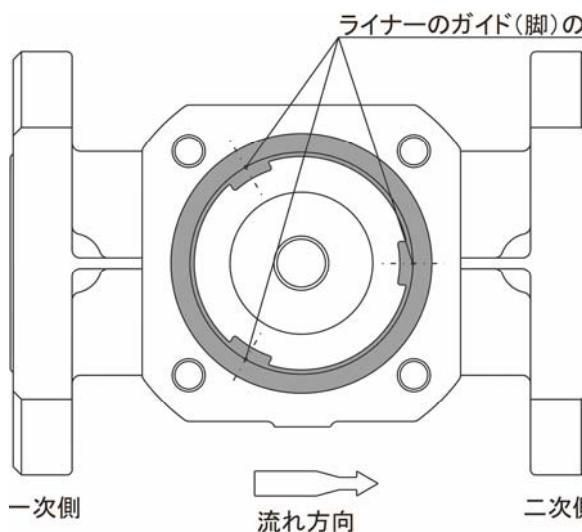

図18
- ・ライナーは向きに注意し、ライナーにある3本のガイド(脚)の位置が、下図18のようになるよう組み込んでください。